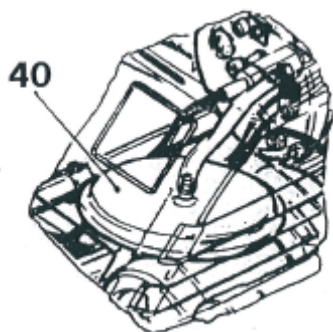

Рис.14
## ВЫКЛЮЧАТЕЛЬ ДАВЛЕНИЯ ВОЗДУХА (40) (Рис. 14)